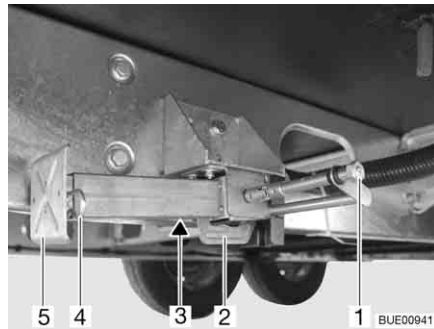

Bild 36 Stödben
- Placera hylsnyckeln på sexkanten (Bild 36,1) och vrid runt den tills stödbenet står rakt neråt.
- När längden på stödbenet kan justeras, dras sprinten (Bild 36,4) ut ur stödbenets förlängning (Bild 36,5).
- Placera hylsnyckeln på sexkanten (Bild 36,1) och vrid runt den tills stödbenet inte längre sitter mot marken.
- Skjut in stödbensförlängningen (Bild 36,5) helt och sätt in sprinten (Bild 36,4) i borrhålet på stödbensförlängningen.
- Vrid sexkanten (Bild 36,1) tills stödbenet svängs uppåt och spåret (Bild 36,2) är helt vid slutet av skåran (Bild 36,3).